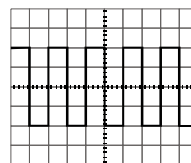

图 4-3
- (1) 电源接通，电源指示灯亮，约20秒后，屏幕出现光迹。如果60秒后还没有出现光迹，请重新检查开关和控制旋钮的设置。
- (2) 分别调节亮度，聚焦，使光迹亮度适中，清晰。
- (3) 调节通道1位移旋钮与轨迹旋转电位器，使光迹与水平刻度平行(用螺丝刀调节轨迹旋转电位器4)
- (4) 用10: 1探头将校正信号输入至CH1 输入端。
- (5) 将AC -GND- DC开关设置在AC 状态。一个如图4-3所示的方波将会出现在屏幕上。
- (6) 调整聚焦使图形清晰。
- (7) 对于其它信号的观察，可通过调整垂直衰减开关，扫描时间到所需的位置，从而得到清晰的图形。
- (8) 调整垂直和水平位移旋钮，使得波形的幅度与时间容易读出。